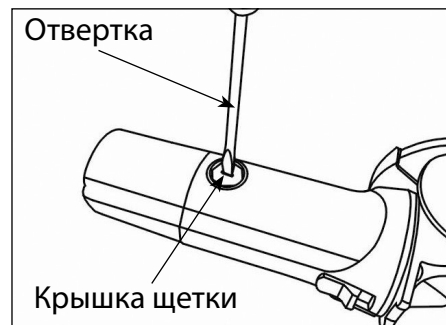

Рис. 8
2. С помощью отвертки выкрутите крышку щеточного узла. Достаньте угольную щетку, вставьте на ее место новую. (Рис.8)